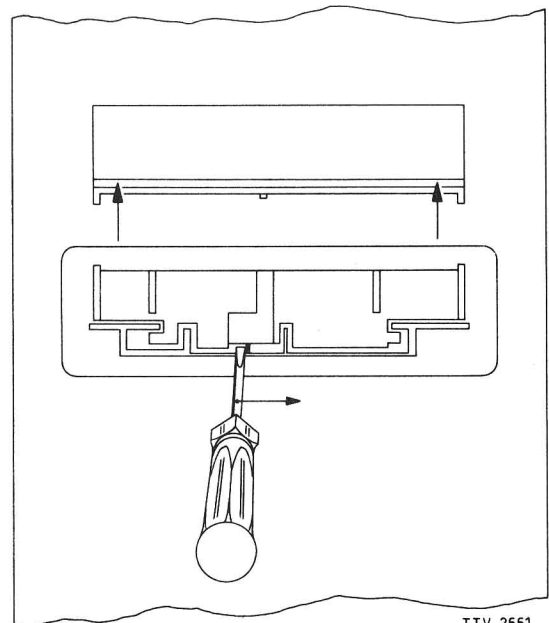

Fig. 2
6. For borttakelse av avstemningsenheden, se fig. 2.